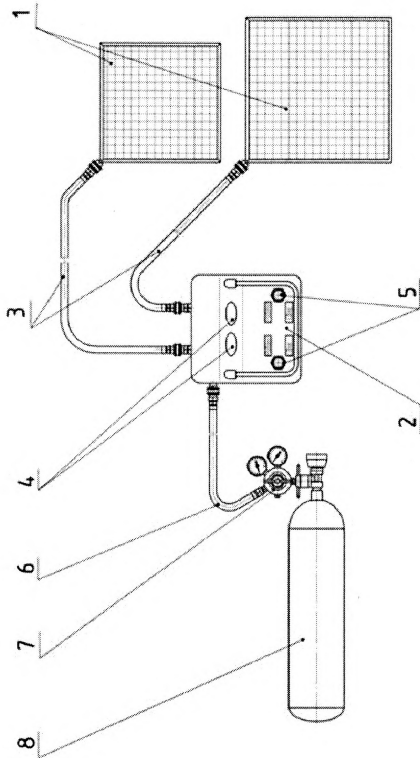

Рис. 1 Комплект домкратов пневматический «Эльбрус»
5.1.1. Домкрат представляет собой эластомерный (резинокордный) элемент подушечного типа с арамидным усилением 1 (рис. 1), снабжённый металлическим быстросъёмным соединением (нипель).
5.1.2. Подключение домкратов к пультам управления 2 (рис. 1) производится рукавами 3 (рис. 1) с быстросъёмными соединениями.
5.1.3. Пульт управления, оснащённый манометрами 4 (рис. 1) и двумя рукоятками управления 5 (рис. 1), для одновременной работы с двумя домкратами.
5.1.4. К пультам управления подключается быстросъёмным соединением рукав 6 (рис. 1) редуктора 7 (рис. 1).
5.1.5. Редуктор винчивается в баллон сжатого воздуха 8 (рис. 1).